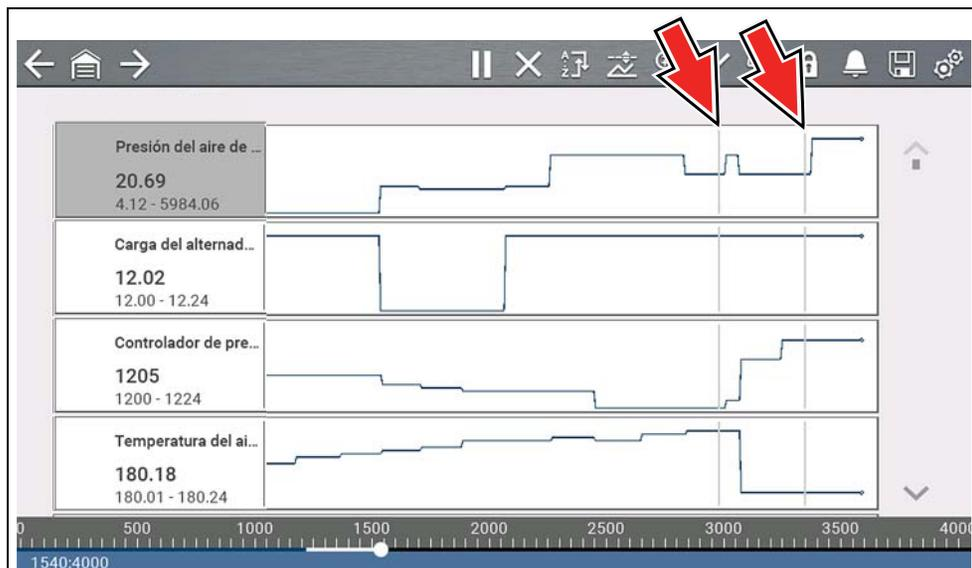

Figura 4-20
- La pantalla vuelve a cambiar para mostrar los datos (*Figura 4-20*).
- Un cursor vertical gris se muestra en todos los Identificador del parámetro para indicar dónde se pausaron los datos (*Figura 4-20*). Si presiona Pausar más de una vez, los cursores grises se utilizarán para cada instancia.